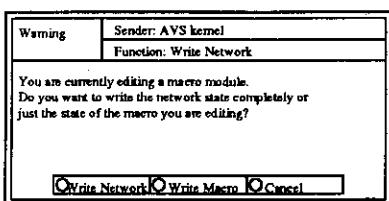

図 1.31 マクロモジュールの保存
- 5) マクロモジュールを保存する場合は、Network Tools メニューの Write Network ボタンをクリックすると以下のウィンドウ（図 1.31）を表示します。